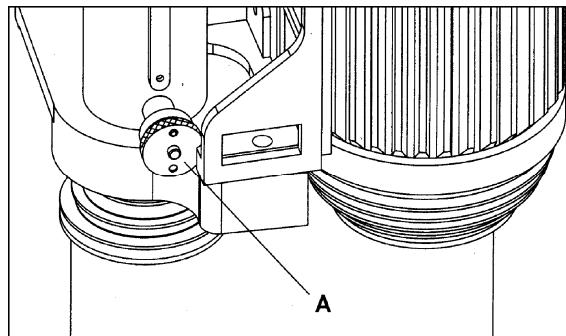

Рисунок 21
2. Вытяните часть ручки фиксатора с насечками (A, рис. 21) и поверните ее на 180 градусов, пока противоположное отверстие в ручке с насечками не войдет в зацепление со штифтом. Теперь шпиндель заблокирован.